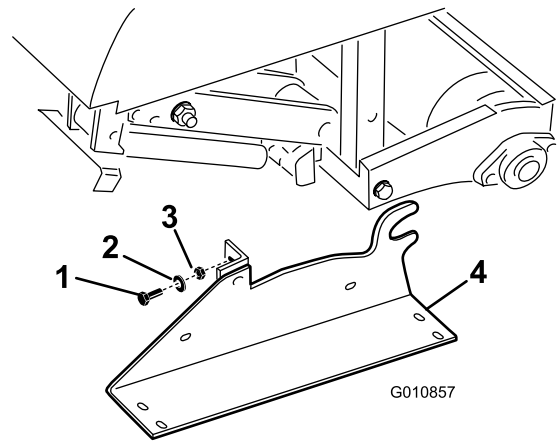

Figura 25
2. Retire os parafusos, as anilhas de bloqueio e as porcas que fixam os suportes de armazenamento em cada extremidade do arejador (Figura 25).